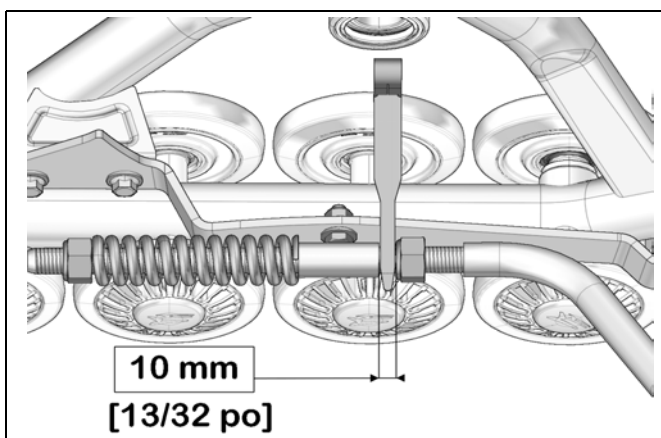

Figure 11
- **IMPORTANT** : Contre-vérifier la distance minimum de 10 mm entre l'écrou et le guide du bras stabilisateur. Réajuster au besoin. Voir la Figure 11.